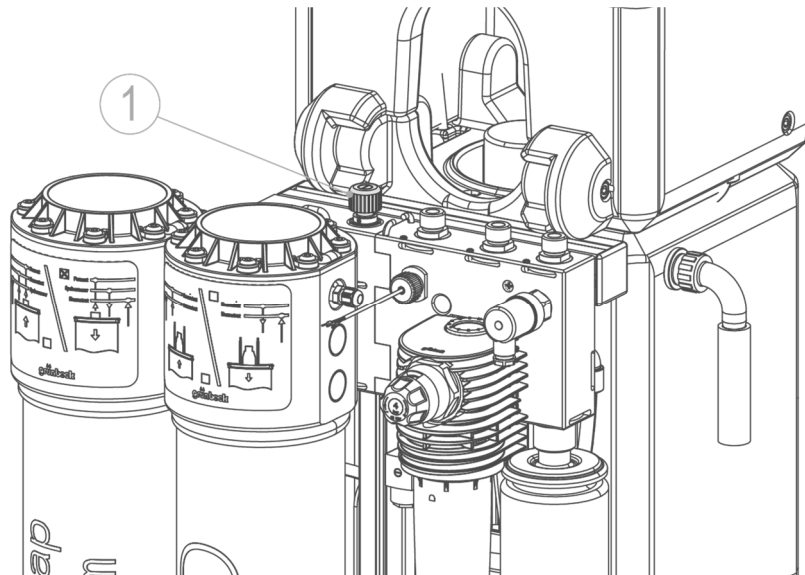

Abb. F-4: Hydromodul
- Konzentratfluss am Nadelventil Konzentrat (siehe Abb. F-4, Pos. 1) einstellen.